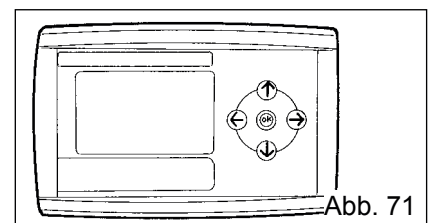

Abb. 71
- Elektrischer Füllstand (NICHT ERHÄLTlich) (Abb. 71): erlaubt das Ablesen in der Kabine auf speziellem Display.